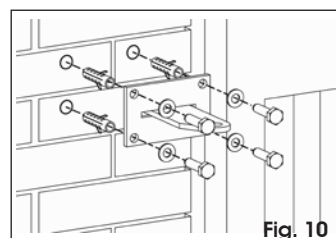

Fig. 10
- ii- Fissare il tutto al pilastro utilizzando adeguati sistemi di fissaggio (Fig. 10).